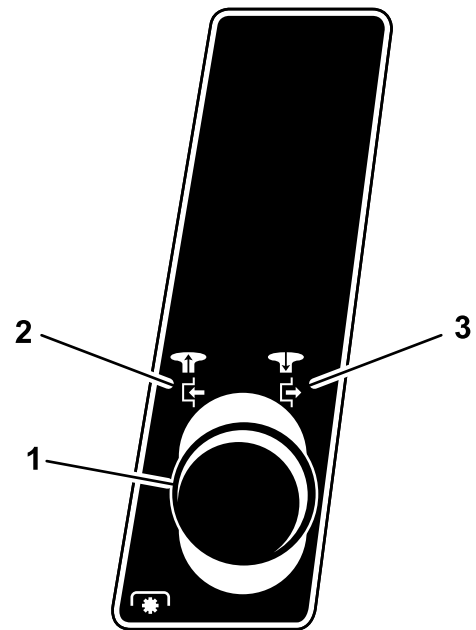

Bild 12
4. Kuppeln Sie den Zapfwellenantrieb (ZWA) aus. Siehe Bild 12.